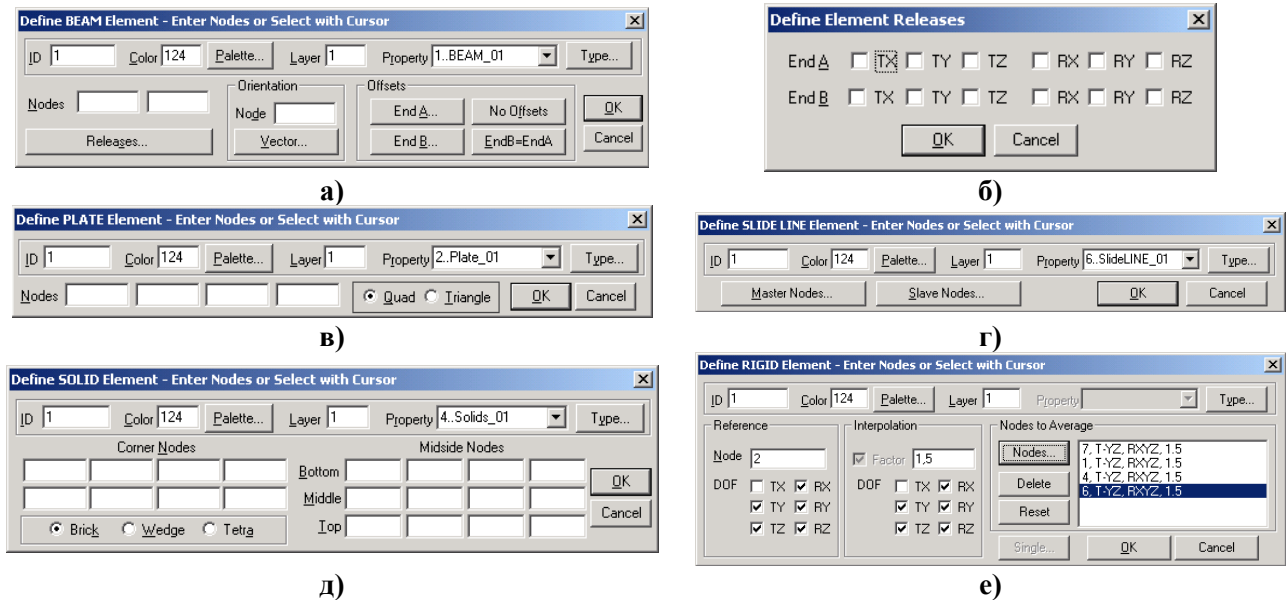

Рис.3.15. Характерний вигляд діалогових панелей:
Окремі СЕ на основі повного набору вузлів (або точок) можна створити за допомогою команди **Model→Element...** (**увага:** необхідно заздалегідь створити відповідні „**Property**”). З'являється діалогова панель з характерним початком назви „**Define ...**”. Її вигляд відповідає типу СЕ (див. рис.3.15), який можна змінити (кнопка „**Type...**”). На панелі можна:
- для одновимірних СЕ типів **CURVED TUBE, BAR, BEAM, CURVED BEAM** та **GAP** у секції „**Orientation**” (див. рис.3.15-а) ввести додатковий вузол (або вектор), що визначає його орієнтацію (див. рис.Д3.1);
- для одновимірних СЕ типу **BEAM** та **CURVED BEAM** у секції „**Offset**” (див. рис.3.15-а) призначити на обох кінцях відстані (див. рис.Д3.1); кнопкою „**Releases...**” викликати діалогову панель „**Define Element Releases**” (див. рис.3.15-б), де заборонити деякі ступені свободи вузлів на кінцях СЕ;
- для двовимірних СЕ усіх типів (див. рис.3.15-в) та вісесиметричного СЕ вказати кількість кутових вузлів: „**Quad**” (чотири) або „**Triangle**” (три); для тривимірного (див. рис.3.15-д) – форму СЕ: „**Brick**” (гексаedr, 6 граней), „**Wedge**” (призма з трикутною основою, 5 граней) або „**Tetra**” (тетраedr, 4 грані);
- ввести номери вузлів, на основі яких буде створюватися СЕ (див. рис.3.15), причому для всіх типів СЕ, крім випадків, зображених на рис.3.15-г,е, якщо оставити поля з номерами вузлів пустими, то після команди „**OK**” з'явиться стандартний діалог обирає вузлів. **Увага:**
- для СЕ типу **SLIDE LINE** (див. рис.3.15-г) сформувати набори *провідних* (кнопка „**Master Node...**”) та *ведених* (кнопка „**Slave Node...**”) вузлів, причому кожний такий набір повинен мати однакову кількість вузлів, а напрямок обходу – проти часової стрілки. **Увага:** по-перше, площина, в якій розташований цей (плоский) СЕ – тільки **XY**, тому, якщо потрібно, необхідно ввести локальну систему; по-друге, цей СЕ у своїй площині повинен бути „розтягнутим” вздовж *всієї можливої поверхні* контакту. Більш докладно – у Розділі 6.3.7;
- для СЕ типу **RIGID** (див. рис.3.15-е) слід у секції „**Reference**” вказати номер „головного” вузла та заборонені ступені свободи, за допомогою кнопки „**Nodes**” викликати панель та обрати вузли, що будуть зв’язані з „головним” (**увага:** не більш 12 для одного СЕ, включно з „головним”). При необхідності – у секції „**Interpolation**” ініціювати опцію „**Factor**”, ввести значення коефіцієнта збільшення (зменшення) жорсткості зв’язку та вказати, яких „заборонених” ступенів свободи вузлів це стосується (більш докладно – у „**Help**”: “**FEMAP User Guide**” → “**Element Reference**” → „**Other Elements**”). Про інший варіант створення зв’язків – у Розділі 6.1.2.4.